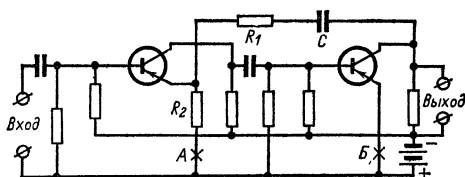

Рис. 62. Смещенная (последовательно-параллельная) схема обратной связи, охватывающей два каскада усилителя низкой частоты.
**Л.** — И в этом нет ничего удивительного... Но вот схема, которая должна тебе понравиться (рис. 62). В ней как раз два низкочастотных каскада с резистивно-емкостной связью. С выхода через конденсатор  $C$  мы снимаем с помощью резисторов  $R_1$  и  $R_2$  часть напряжения, чтобы подать его на эмиттер первого транзистора.
**Н.** — Но вернемся к моему дяде; если я правильно понял, то можно компенсировать влияние температуры на схему усилителя (рис. 62), включив резисторы в точках А и Б.